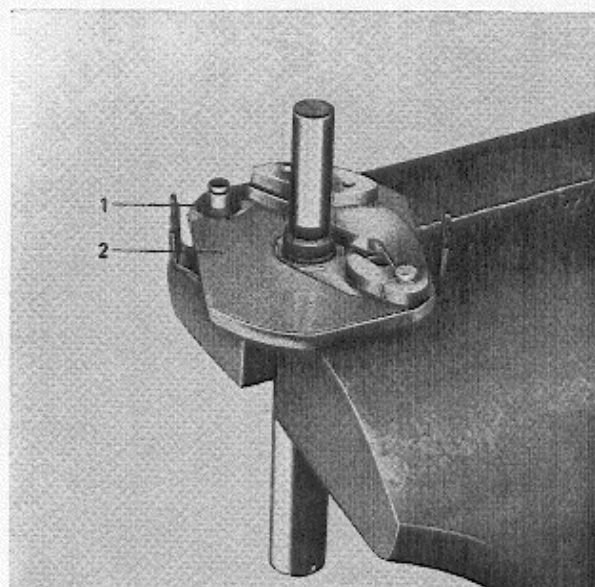
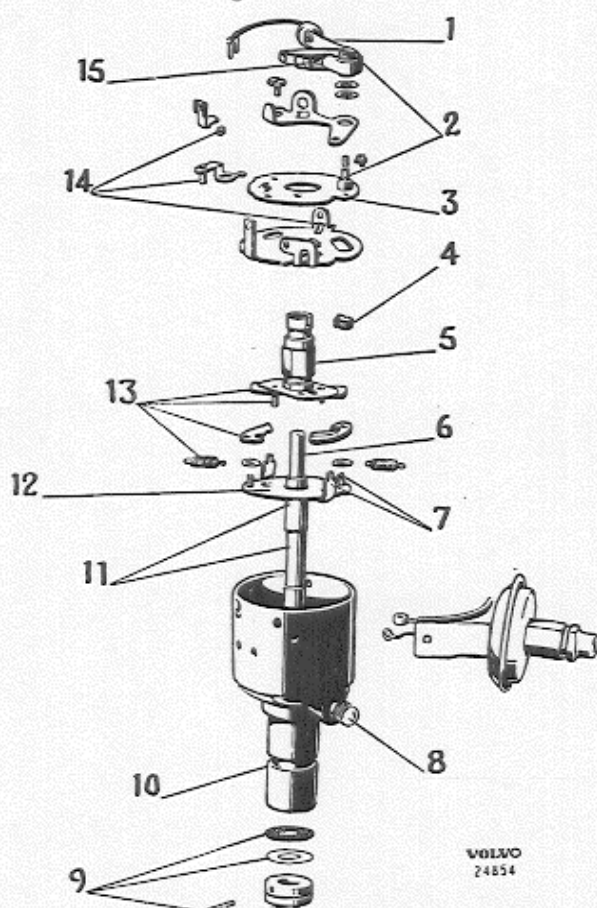

Abb. 71 Mitnehmer mit Fiberscheiben
Abb. 75 Schmierungsplan für Zündverteiler
3. Die Löcher in den Fliehkraftgewichten dürfen nicht länglich oder anderweitig deformiert sein. Fiberscheiben, Abb. 71, müssen unbeschädigt sein.
1. Die Resitexscheibe an der Verteilerwelle und danach die Fiberscheiben anbringen, siehe Abb. 71. Die Fliehkewichte schmieren und anbringen. Sicherheitsfedern anbringen. Bezüglich Schmierung siehe Abb. 75.